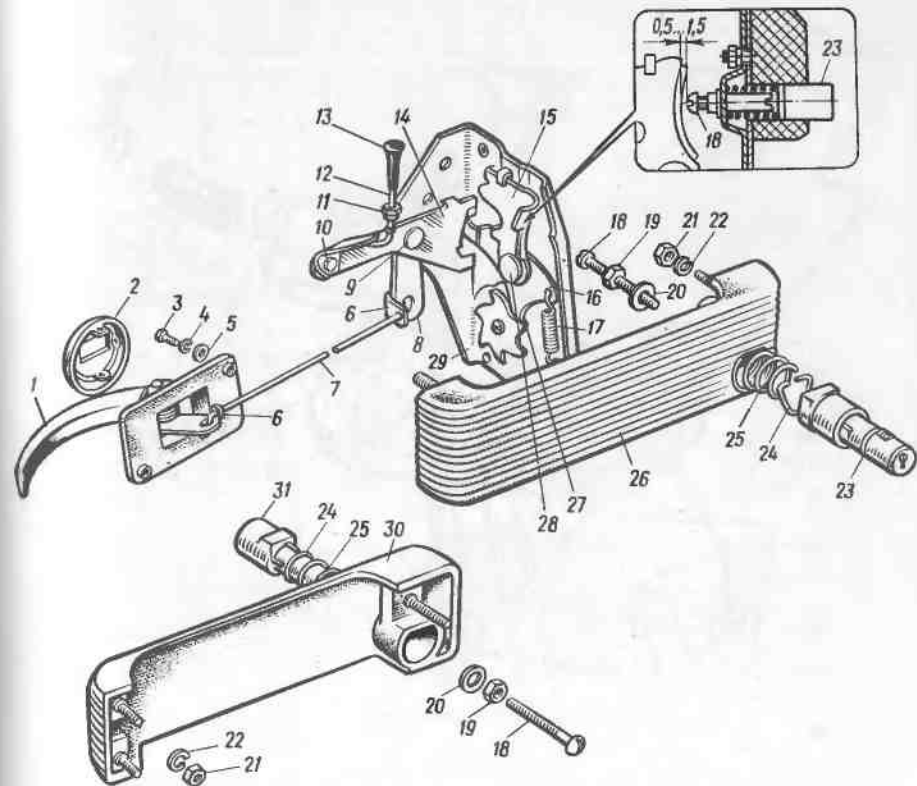

Рис. 215. Замок, привод замка и ручки:
**Замена замка двери.** Снимают подлокотник, отвернув винты его крепления к двери. Вытягивают вверх кнопку 13 (рис. 215) запирающего механизма и вывертывают ее. Снимают крышку замка, отвернув винты 3 крепления к каркасу двери. Снимают обшивку двери, отвернув винты 7 крепления ручки 1 и отсоединив тит 7 от замка. Отвернуть винты крепления замка к каркасу двери и снять замок.